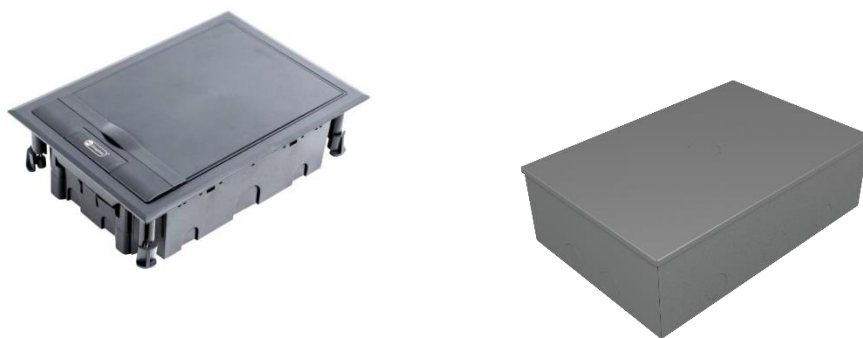

Рис. 1
- комплектация - люк с коробкой и суппортом, монтажные зажимы с винтами, металлическая коробка с крышкой для заливки в пол, уплотнительные втулки (*Рис. 1*).